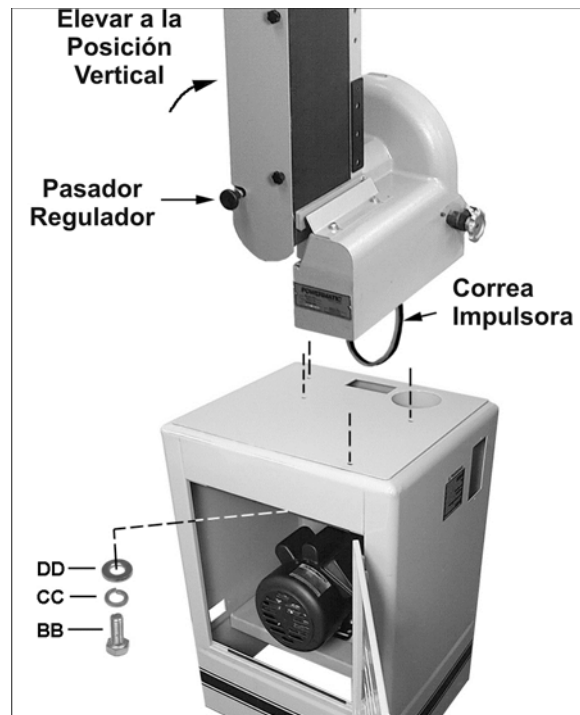

Figura 5
Refiérase a la Figura 5:
2. La lijadora es transportada con el brazo de la cinta en posición horizontal. Estire el pasador regulador y eleve el brazo a la posición vertical como se muestra en la Figura 5. Esto permitirá balancear mejor la lijadora al colocarla sobre la base. Permita que el pasador regulador retorne a su posición inicial para asegurar la posición del brazo de la cinta.
4. Asegure la lijadora a la base con cuatro tornillos de cabeza hexagonal *M8 x 25 (BB)*, cuatro *Arandelas de Presión M8 (CC)* y cuatro *Arandelas Planas (DD)*. **NOTA:** Ajuste los tornillos solamente hasta que los cuatro estén insertados; luego ajústelos por completo con una llave de 13 mm.